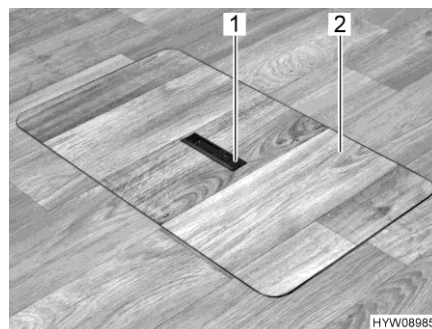
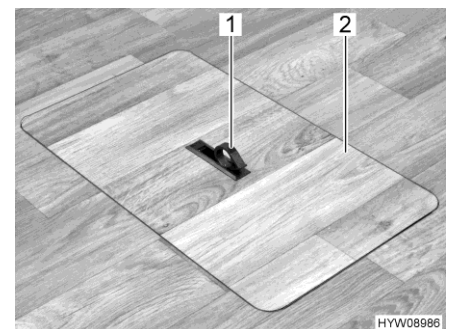

Bild 45 Abdeckung Bodenstaufach (Griff versenkt)
Bild 46 Abdeckung Bodenstaufach (Griff herausgeschwenkt)
- Auf einer Seite Griffplatte (Bild 45,1) nach unten drücken. Der Griff (Bild 46,1) schwenkt nach oben.
- Abdeckung (Bild 46,2) nach oben abnehmen.
- Abdeckung (Bild 46,2) in den Rahmen im Boden einsetzen.